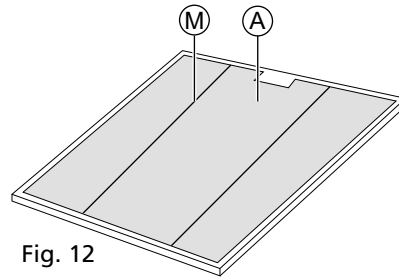

Fig. 12
- La campana dispone de un filtro de carbón activo tipo panel (Fig. 12 A), retire el filtro de carbón activo retirando primero los dos retenedores del filtro (M).